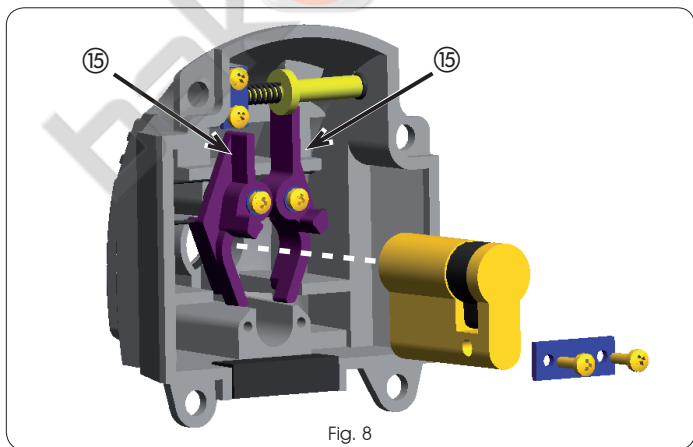

Fig. 8
11. Se non presente, inserire la serratura conforme allo standard DIN 18252 sulla parte frontale del dispositivo XK 21 come mostrato in Fig.8;
Per agevolare l'inserimento della serratura sciacciare le estremità superiori delle leve di azionamento micro come indicato in Fig.8 rif. 15).
12. Fissare la serratura così inserita con l'apposita piastrina e viti a corredo (Fig.8);
- If it is not present, fit the lock, conforming to standard DIN 18252 on the front of the XK 21 device as shown in Fig. 8;
To facilitate fitting the lock, push down the top ends of the levers activating the microswitches as shown in Fig. 8 ref. ⑯.
- Fasten the lock, inserted as above, with the supplied plate and screws (Fig.8);